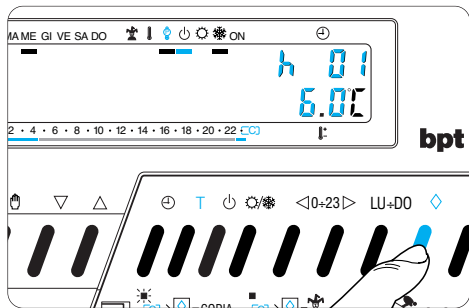

Fig. 60
16.2 - Premere una sola volta il pulsante  (fig. 60). Sul display, al posto dell'indicazione dell'ora corrente, compare la scritta *h01*.